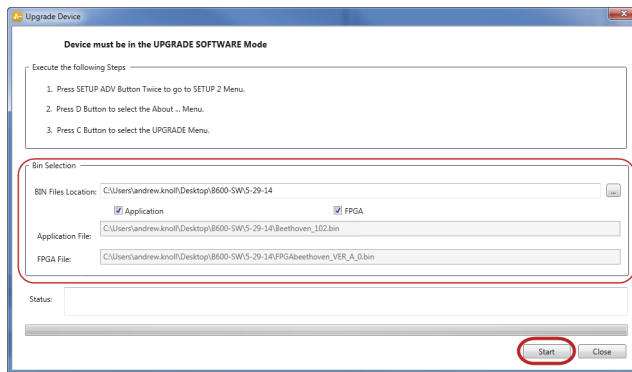

図 7-8 Upgrade Device（デバイスの更新）ダイアログボックス
Upgrade Device（デバイスの更新）ダイアログボックスが開きます（190 ページの図 7-8 参照）。
6. **Upgrade Device**（デバイスの更新）ダイアログボックスの **Bin Selection**（ビンの選択）で、BondMaster 600 ソフトウェアの場所を指定し、**Application**（アプリケーション）と **FPGA** を選択します（190 ページの図 7-8 参照）。